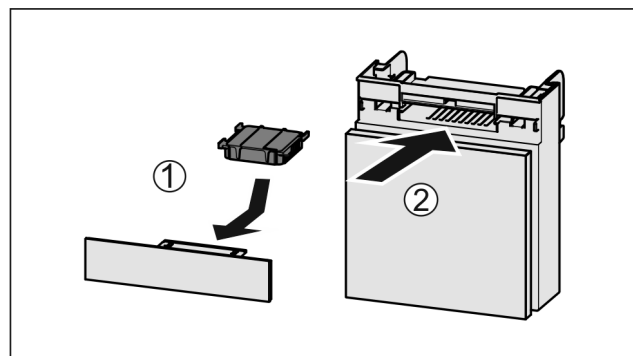

Fig. 213
- ▶ Aktivkohlefilter nach Abbildung einsetzen Fig. 213 (1).
- ▶ Fach einschieben Fig. 213 (2).